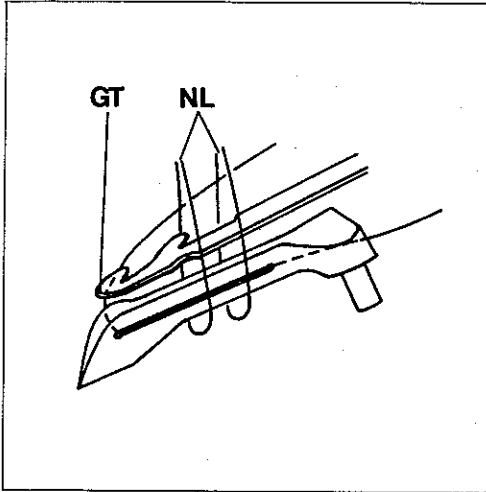

Fig. 57
The setting of the lower knife tip described in item 3 is a basic adjustment. The setting has to be checked according to Figs. 57 and 58.
Die Einstellung der Untermesserspitze nach Punkt 3 ist eine Grundeinstellung. Die Einstellung muß entsprechend der Fig. 57 und 58 geprüft werden.
The lower knife must pass through the needle thread loops (NL, Fig. 57) and deflect the looper thread at edge (GT).